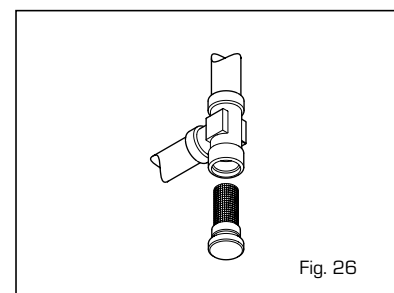

Fig. 26
4.7.2 Limpieza del filtro "Aqua Guard" (fig. 26)